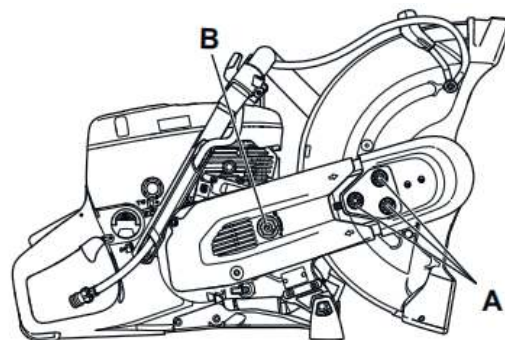

Рис. 10
**Натяжение ремня (Рис. 10).** Ослабьте болты «А», поверните натяжитель ремня «В» в положение 1, затяните гайки «А» с усилием 25 Нм.